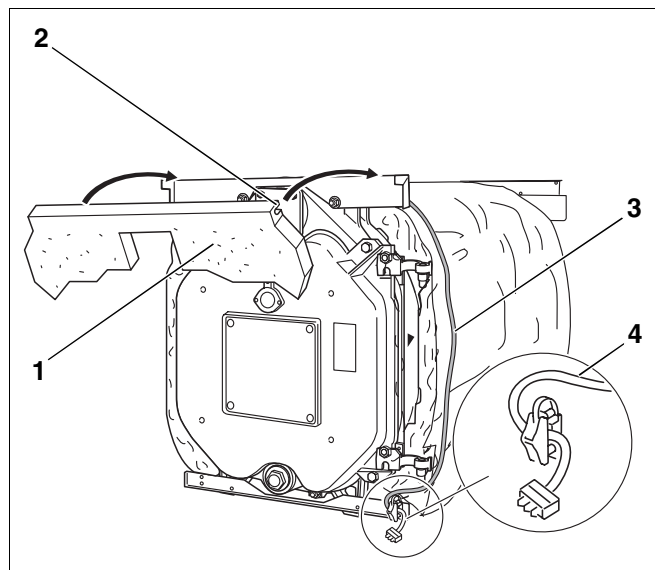

Рис. 34 Установка передней теплоизоляции
- Установить переднюю теплоизоляцию (рис. 34, **поз. 1**) с вырезом (рис. 34, **поз. 2**) в переднюю отбортовку верхней траверсы.
- Провести кабель горелки (рис. 34, **поз. 3**) по теплоизоляции вниз по боковой стороне котлового блока.
- Прикрепить кабель горелки фиксатором с двумя болтами к нижней поперечной траверсе (рис. 34, **поз. 4**).